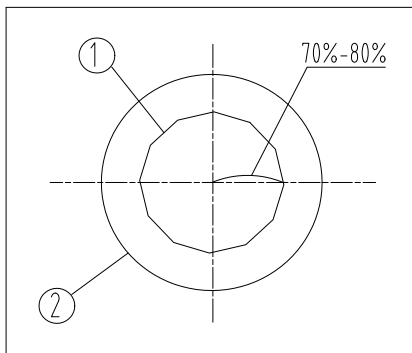

Figure 13
nécessaire pour observer directement depuis le tube. Regardez l'anneau de réglage de la diaphragme d'ouverture ④ jusqu'à obtenir la configuration illustrée à la figure 13 afin de ajuster la proportion (voir les figures 13 et 14 : ① représente l'image de la diaphragme d'ouverture, ② le bord de l'objectif).